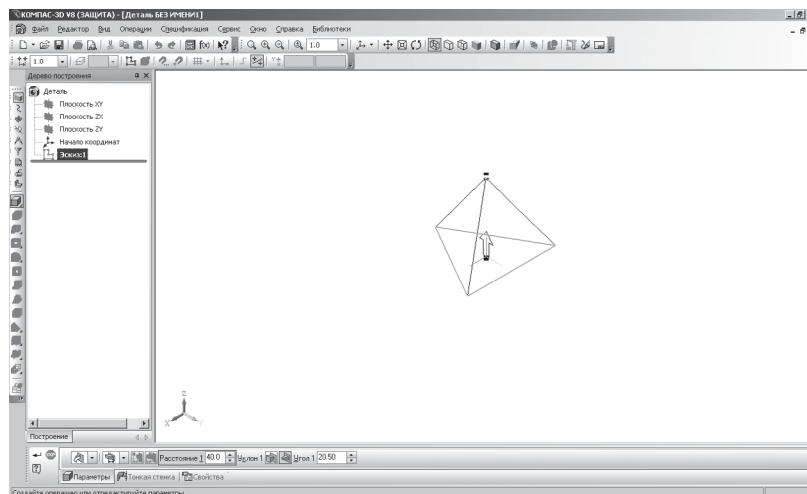

Рисунок 1.7 - Створення тривимірної моделі
-  – операція видавлювання інструментальна панель на відстань, у поле **Відстань 1** введіть 40 мм, **Ухил 1** всередину, **Кут 1** рівний 20, 5° (рис. 1.7);